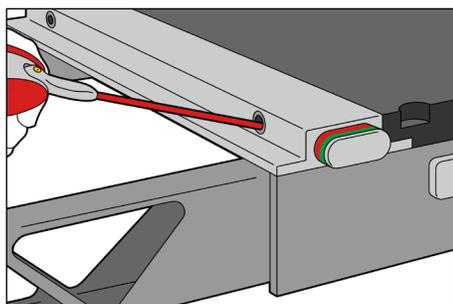

Fig. 4
4. Spruzzare del lubrificante nei fori di attacco. (Fig. 4)
6. Spruzzare nuovamente del lubrificante nei fori di attacco. (Fig. 4)